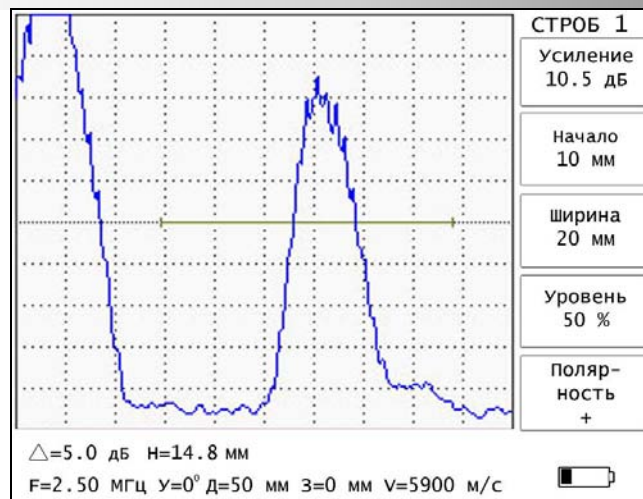

Рис. 5.8.
5.5.4. Меню «СТРОБ 1» содержит следующие параметры (рис. 5.8).